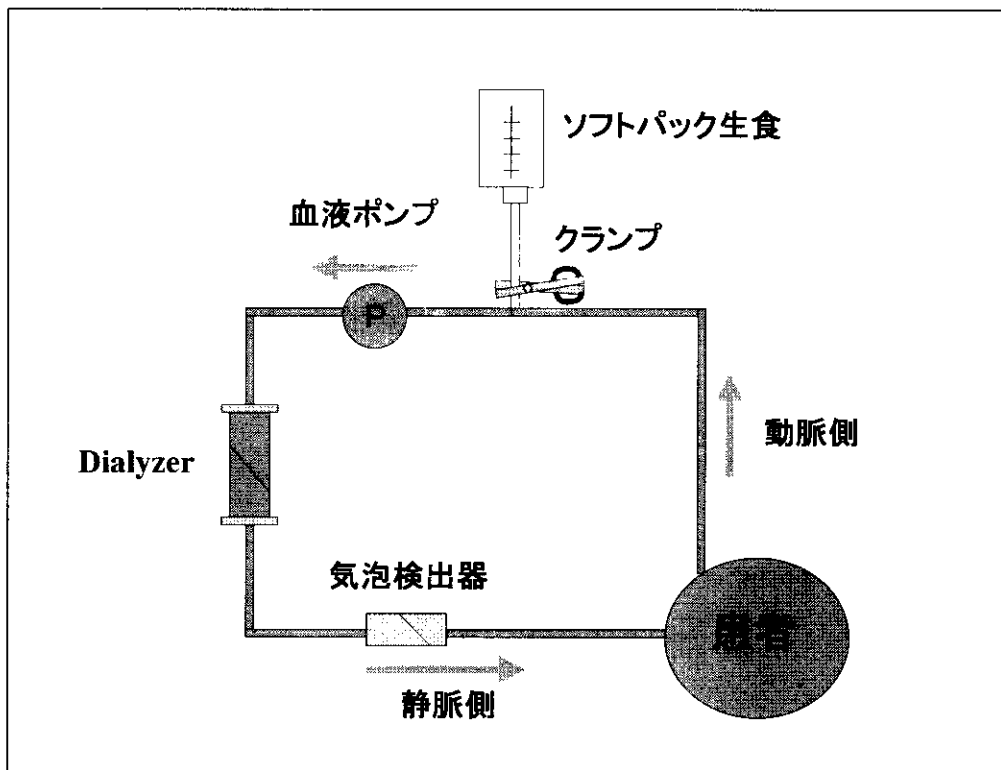

図 8 生食の落差を利用した生食置換返血法①
- ・ 返血が終了するまで透析液はそのまま流し，透析用監視装置の静脈圧計，透析液圧計，気泡検出器等全ての検知・警報装置が透析中と同様に機能した状態で操作を行う (図 8)。